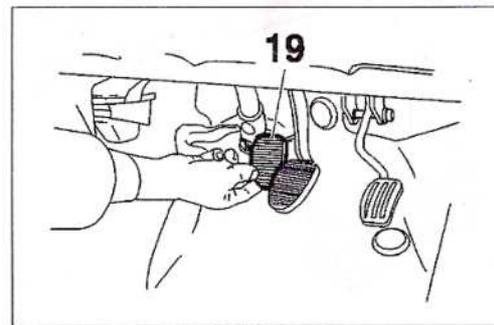

FIG. 10
- Sostener el pedal de embrague (19) (Fig.10) en fin de carrera (hacia el suelo).